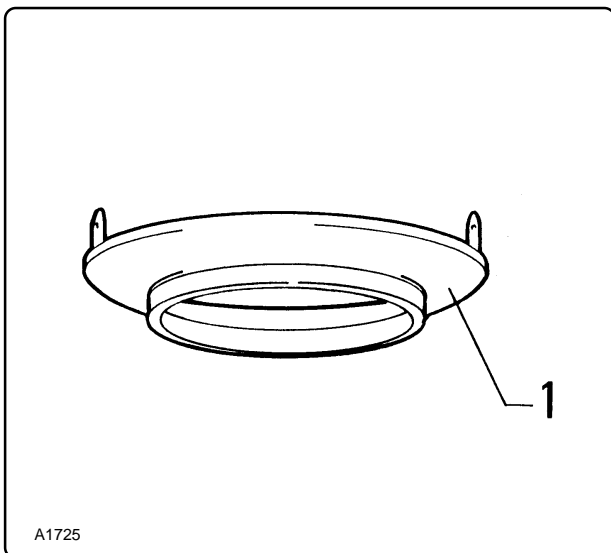

Fig. 6.10.1
6.10.1- Ciclone estraibile (fig. 6.10.1)
6.10.1 - Removable separator (fig. 6.10.1)